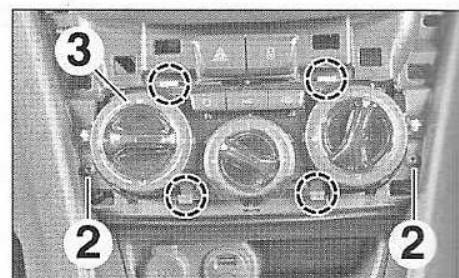

FIG.17
- Déposer les vis (2) (Fig.17).
- Dégrafer le panneau de commande (3) et le pousser à l'intérieur de la planche de bord.